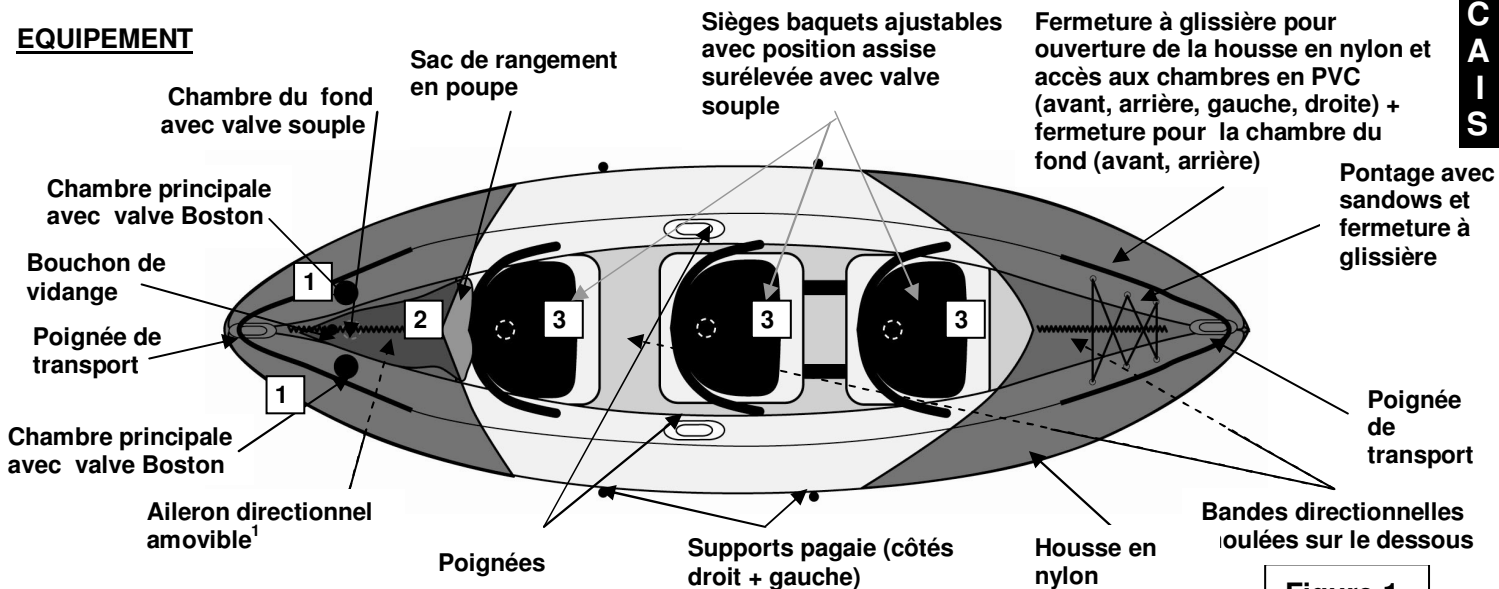

Figure 1
- a) Valve(s) Boston (figure ci-contre) : dévissez le capuchon de la valve (1), vissez le corps de la valve (2) dans la base de la valve (3) ; veillez à ce que le capuchon reste accessible. Insérez l'extrémité du tuyau du gonfleur dans la valve et gonflez jusqu'à atteindre le niveau de pression recommandé (voir point 3). Après gonflage, fermez bien toutes les valves avec leur capuchon (dans le sens des aiguilles d'une montre). **N.B.** : une légère fuite d'air avant la fermeture des valves avec leur capuchon est normale, **seul le capuchon des valves assure l'ETANCHEITE.**
3. Gonflez le produit selon l'ordre de gonflage indiqué sur la plaque d'immatriculation imprimée sur le produit (voir également figure 1, la numérotation des valves).